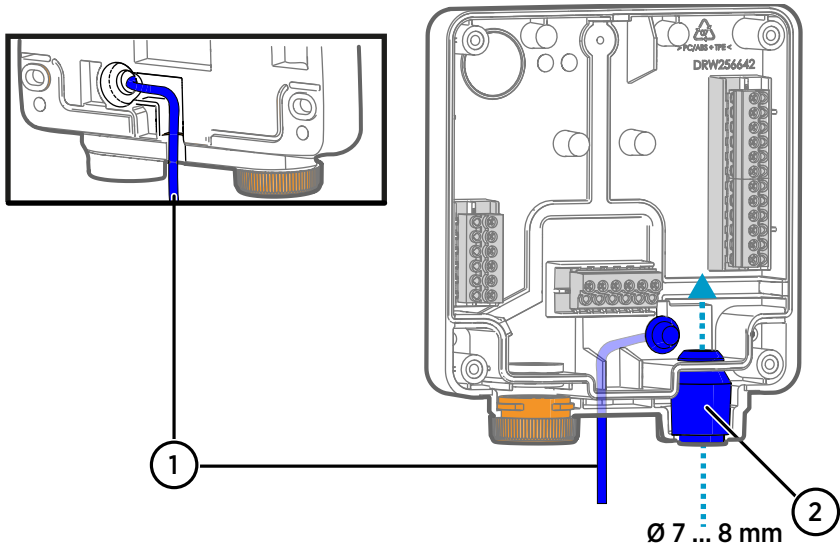

図 18 Indigo200配線オプション
- 図 18 (ページ 47) のように、変換器基板の背面にある溝の中にケーブルを入れ込み、必要に応じて負荷を緩和するケーブルグランドを取り付けます。